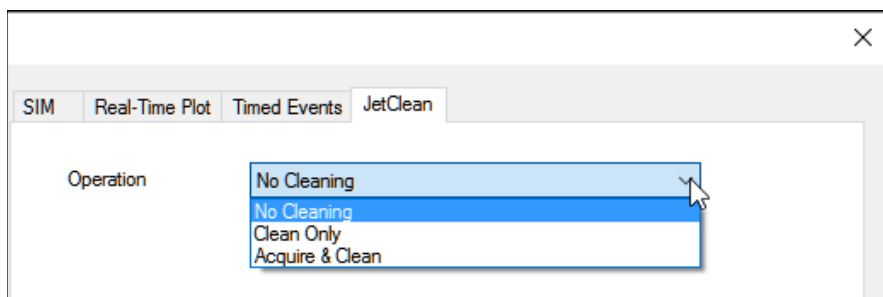

Abbildung 41. Auswahl des JetClean-Betriebsmodus
- 2 Wählen Sie im Navigationsfeld „Single-Quadrupol-MS Methodeditor“ den Reiter **JetClean**. (Siehe **Abbildung 41**.)